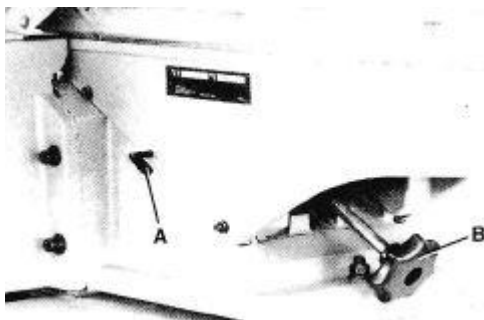

Рис. 27 Регулировка разгрузочного стола
2. Ослабьте стопорный винт (А), Рис. 27, и поверните ручку (В). Когда разгрузочный стол будет точно на одном уровне с ножами фрезерной головки в их максимальной точке вращения, затяните винт (А).